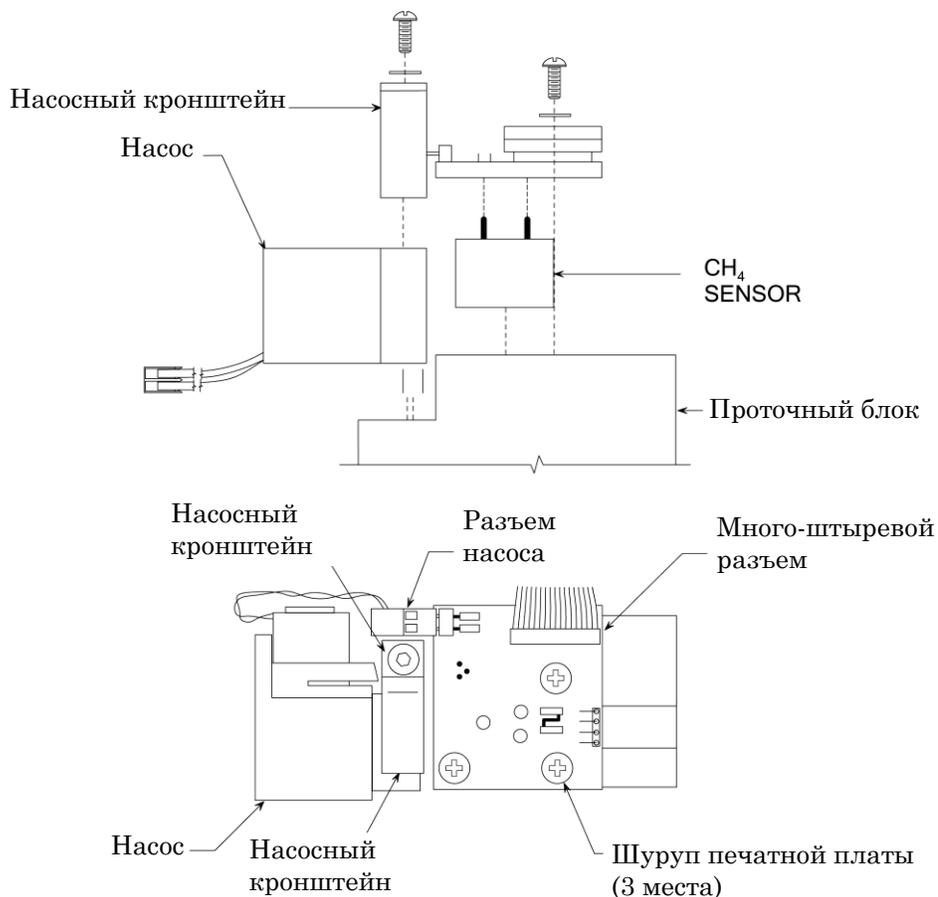

Рис. 4-6. Замена датчика или насоса
2. Снимите разъем насоса и многоконтактный разъем с печатной платы, запомните положение разъемов. См. рис. 4-6.
5. Установите печатную плату в корпус расходомера в правильное положение платы, как показано на рис. 4-6.
2. Отвинтите винт кронштейна насоса при помощи универсального гаечного ключа $5/64$ "; затем поверните кронштейн, чтобы освободить насос. См. рис. 4-6.